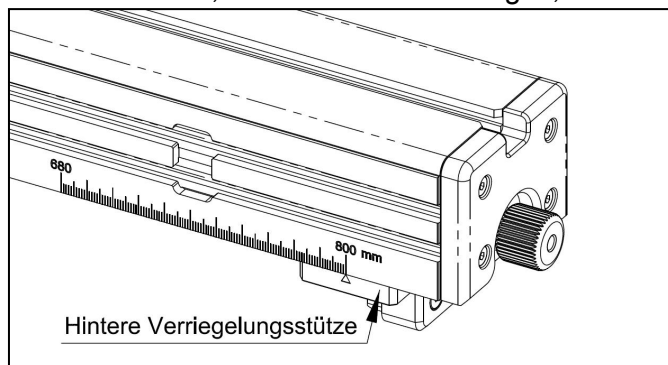

Abb. 6-15
2. In Abbildung 6-15 überprüfen Sie, ob der Zeiger die richtige Position hat, die der Breite (vorne nach hinten) des gusseisernen Haupttisches entspricht. Die Standardposition für den Zeiger beträgt 800 mm. Wenn dies nicht übereinstimmt, müssen Sie die Position der hinteren Verriegelungsstütze anpassen, um den Zeiger mit der richtigen Skala auszurichten. Befolgen Sie diese Schritte: